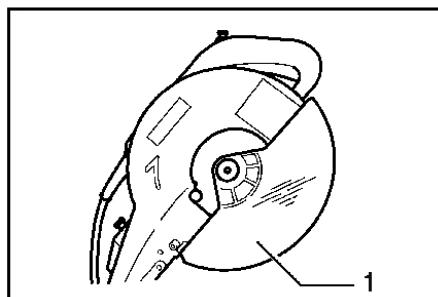

Рис. 4
При опускании пилы, защита пильного диска (1) поднимается автоматически, когда пиление будет окончено, возвратная пружина вернет защитный кожух в исходное положение (рисунок 4).